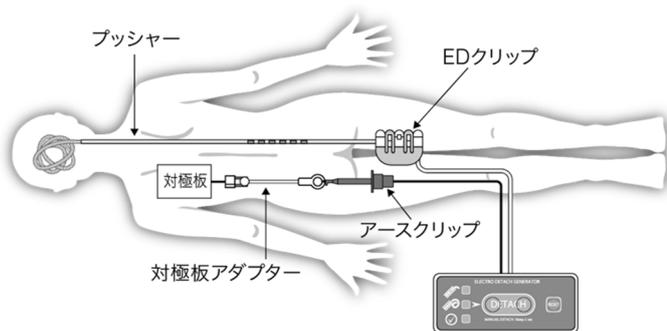
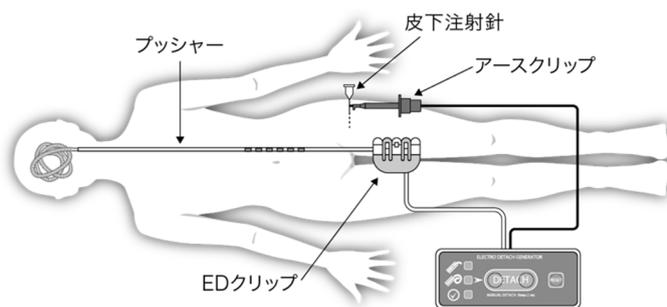

図4. 対極板を使用する場合の接続様式概略図
図5. 皮下注射針を使用する場合の接続様式概略図
- ② マイクロカテーテルのハブにYアダプターを取り付け、Yアダプターのサイドポートから加圧バックにより加圧されたヘパリン加生理食塩液を持続灌流させる。
- ③ マイクロカテーテルを目的の血管まで挿入する。
- ④ 離脱装置のPOWER ON リボンを引き抜き、電源を入れる。
- ⑤ 離脱装置に予め接続されている対極板アダプターと対極板のコードを接続する。(図4)
患者側アースに皮下注射針を使用する場合は、離脱装置のアースクリップ(黒)に予め接続されている対極板アダプターを外し、アースクリップ(黒)を皮下注射針に接続する。(図5)
4. (3)本品の挿入②において白金コイルとプッシャーが接触している場合は使用しないこと。〔白金コイルが患部に正常に留置されていない状態で緑ランプが点灯し、誤離脱させるおそれがある。〕
5. X 線透視下でマイクロカテーテルの第 2 マーカー（手元側）とプッシャーの造影マーカ後端が重なっているにも関わらず、離脱装置の赤ランプが緑ランプに変わらない場合は、図 4 又は図 5 の各接続部を確認すること。接続に異常が無い場合は、本品の不具合の可能性があるので、本品を交換すること。